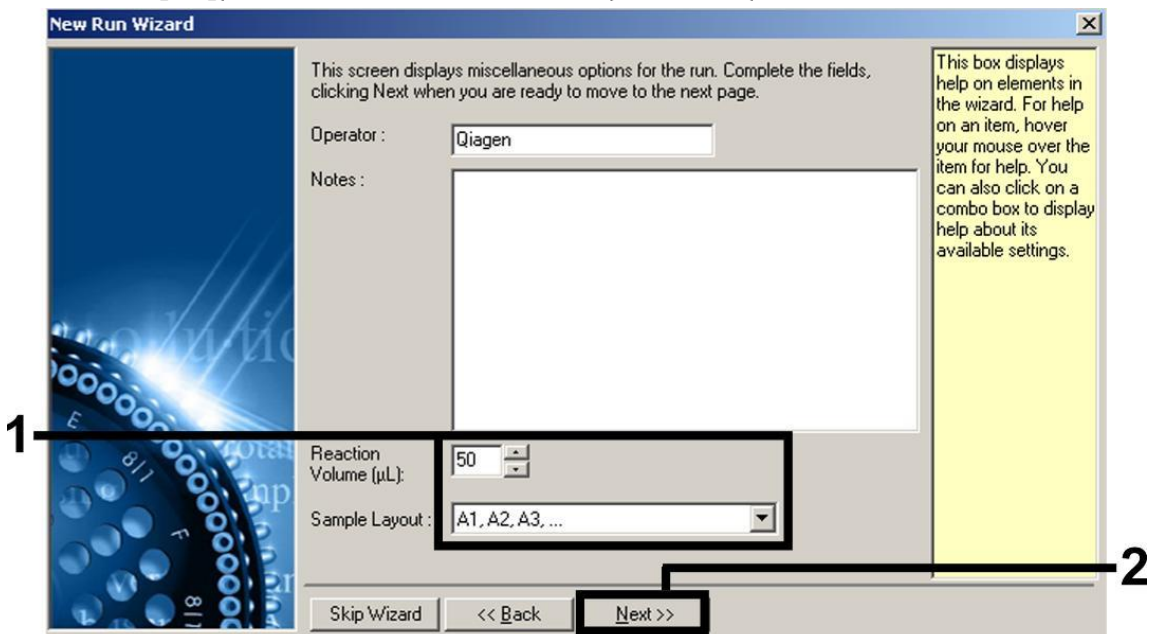

Figura 6. Configuración de los parámetros generales del ensayo.
7. Seleccione 50 en el campo "Reaction Volume ( $\mu\text{L}$ ):" (Volumen de reacción [ $\mu\text{L}$ ]) y haga clic en "Next" (figura 6).